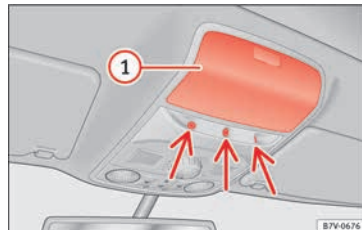

Abb. 134 In der Dachkonsole: Sensoren der Innenraumüberwachung.
Ablagefach » **Abb. 134** ① in der Dachkonsole schließen, da sonst die Funktion der Innenraumüberwachung (Pfeile) nicht uneingeschränkt gewährleistet ist.